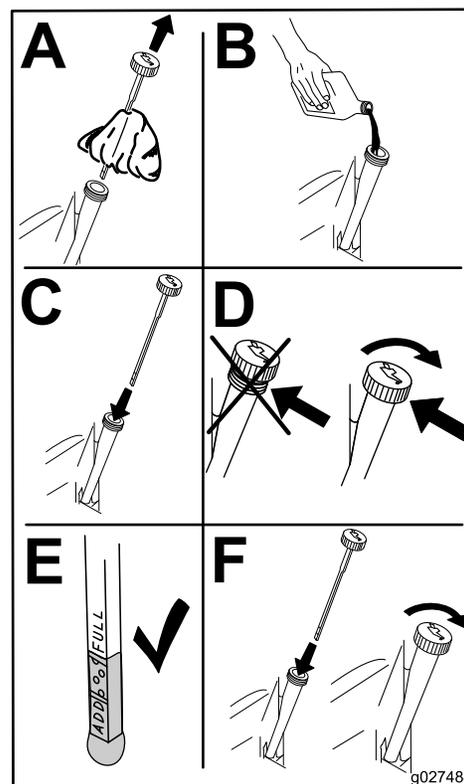

Рисунок 43
- Медленно залейте приблизительно 80% объема масла указанного типа в заливную горловину и затем медленно добавляйте масло, чтобы довести его уровень до отметки **Полный** (Рисунок 43).